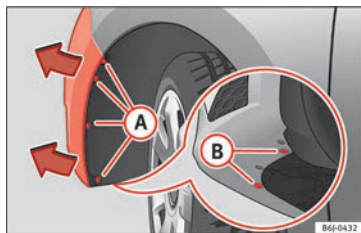

Abb. 191 Nebelscheinwerfer: Zugriff auf die Steckverbindung und den Lampenträger
- Entfernen Sie die 4 Schrauben (A) » Abb. 191 aus dem Inneren des Radhauses und die 2 unteren Schrauben (B)
» Abb. 191 des Stoßfängers mit einem Schraubendreher.